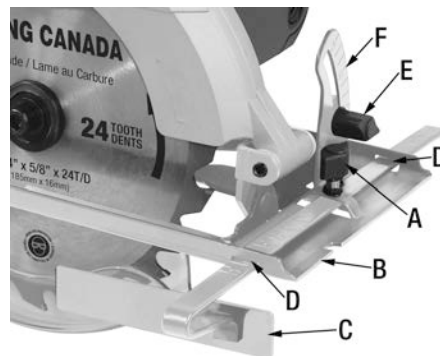

FIGURE 5
Desserrez le bouton de verrouillage (A) Fig.5 du guide de travail qui se trouve sur la plaque de glissement (B). Glissez le guide de travail (C) à l'intérieur des rainures (D). Réglez la largeur désirée et reserrez le bouton de verrouillage (A) Fig.5.
Ajustez l'angle en biseau en desserrant le bouton de verrouillage du biseau (E) Fig.5. Utilisez l'échelle (F) comme référence pour ajuster l'angle et inclinez la plaque de glissement. Reserrez le bouton de verrouillage fermement.